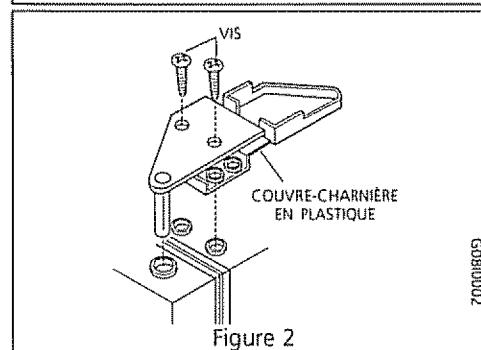

Figure 2
4. En haut de la caisse, enlevez le couvre-charnière en plastique et rabattez-le (figure 2).